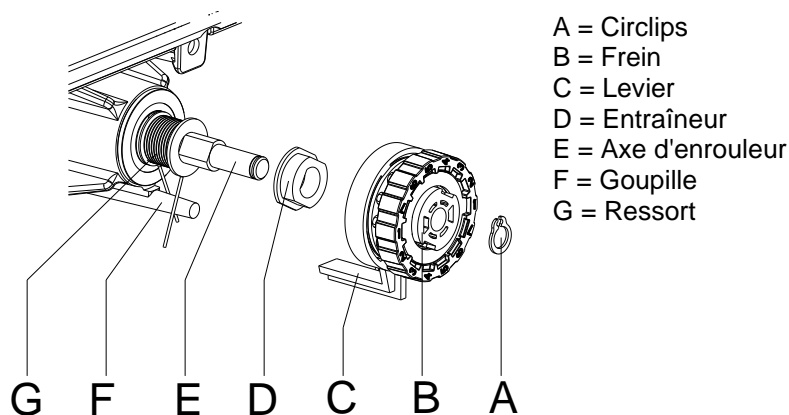

Figure 11
5. Veiller à ce qu'en enlevant du frein, l'entraîneur (D, Figure 11) reste sur l'axe d'enrouleur. Eventuellement, pousser l'entraîneur enlevé à nouveau sur l'axe d'enrouleur. Le profil apparent axial est formé de telle sorte que l'entraîneur n'installe que dans un certain alignement sur l'axe d'enrouleur.